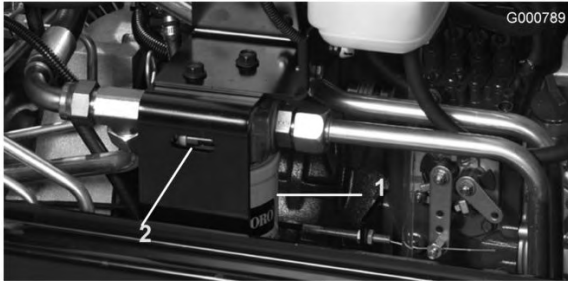

Figura 79
2. Limpie la zona alrededor de la zona de montaje del filtro. Coloque un recipiente debajo del filtro y retire el filtro (Figura 79).